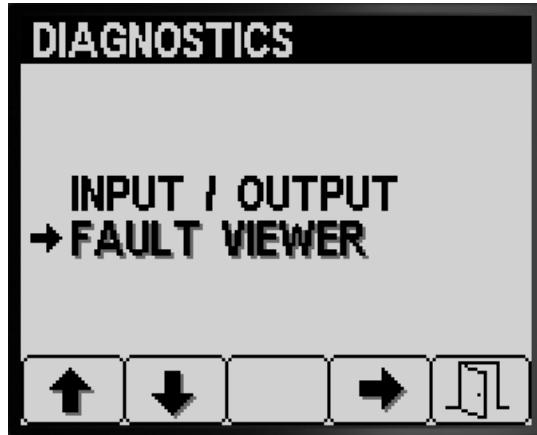

Figura 86
- Premete il pulsante 1 o 2 sulla schermata Diagnostica fino a raggiungere l'opzione FAULT VIEWER (Figura 86).
- Premete il pulsante 3 per selezionare la voce FAULT VIEWER (Figura 86).